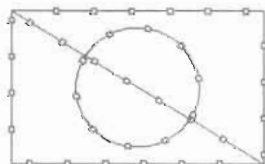

图 5-123
(2) 执行“修改>特性匹配”菜单命令,然后根据命令提示进行操作,如图 5-123 所示,命令执行过程如下。